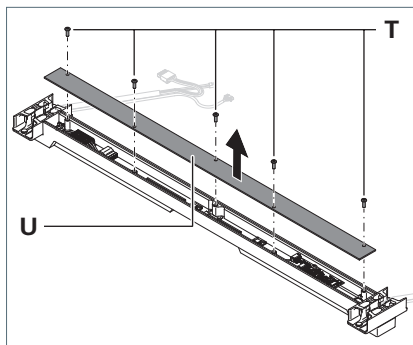

Fig. 6: Traversa - Rimuovere la copertura
4. Svitare le viti **T** dalla copertura **U**, vedere Fig. 6.